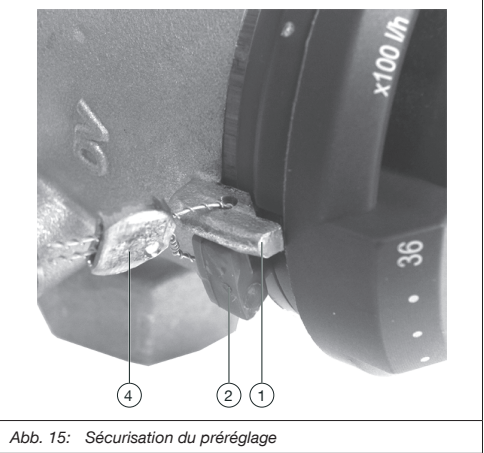

Abb. 15: Sécurisation du pré-réglage
| <div><div><div></div><div>i</div></div><div>La bague de blocage (2) peut également être scellée à l'aide du set de plombage (4) (accessoire, réf. 1089091) sur le marqueur de la valeur de consigne (1) (voir Abb. 15).</div></div> |